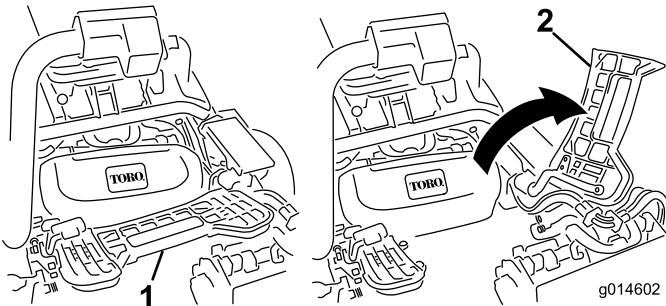

Figura 11
- Per installare l'apparato di taglio centrale, sollevate il poggiapiedi e ruotatelo, per consentire l'accesso alla posizione dell'apparato di taglio centrale.(Figura 11)